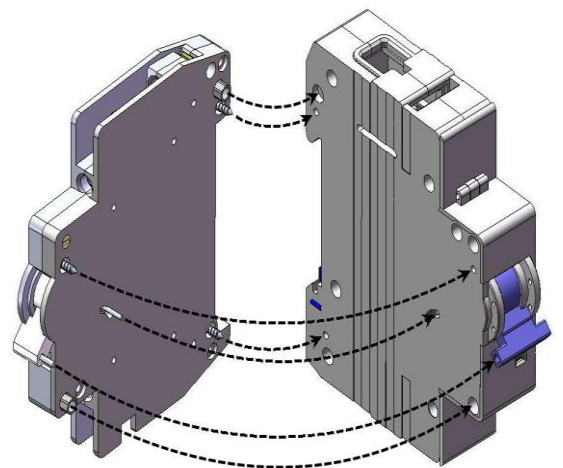

Рис. 3
4. Слева от автоматического выключателя присоедините МССК таким образом, чтобы штифт ручки МССК попал в отверстие ручки автоматического выключателя, а штифт рейки МССК попал в отверстие рейки в пазу левой боковины автоматического выключателя. Направляющие втулки должны попасть в отверстия автоматического выключателя (рис. 3).